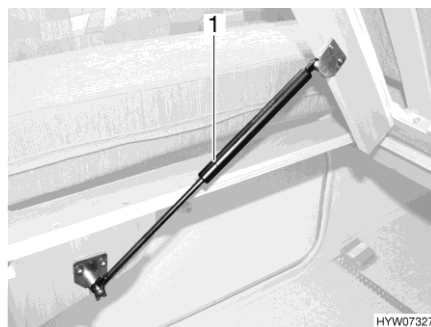

Bild 129 Festes Bett
- Lattenrost anheben. Die Gasdruck-Federn (Bild 129,1) halten den Lattenrost in geöffneter Stellung.